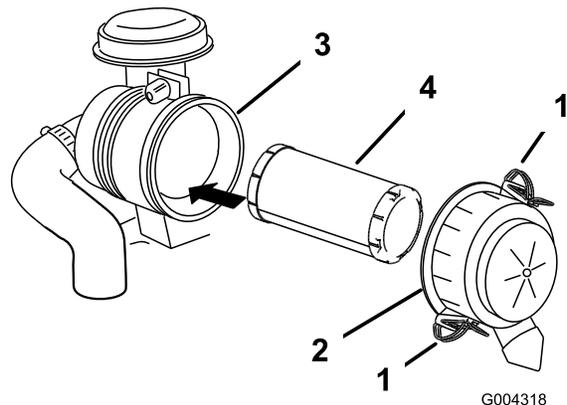

Bild 39
3. Lösen Sie die Riegel am Luftfilter und ziehen Sie die Abdeckung von der Luftfilterabdeckung ab (Bild 39).
5. Schieben Sie den Filter vorsichtig aus dem Luftfiltergehäuse heraus (Bild 39).